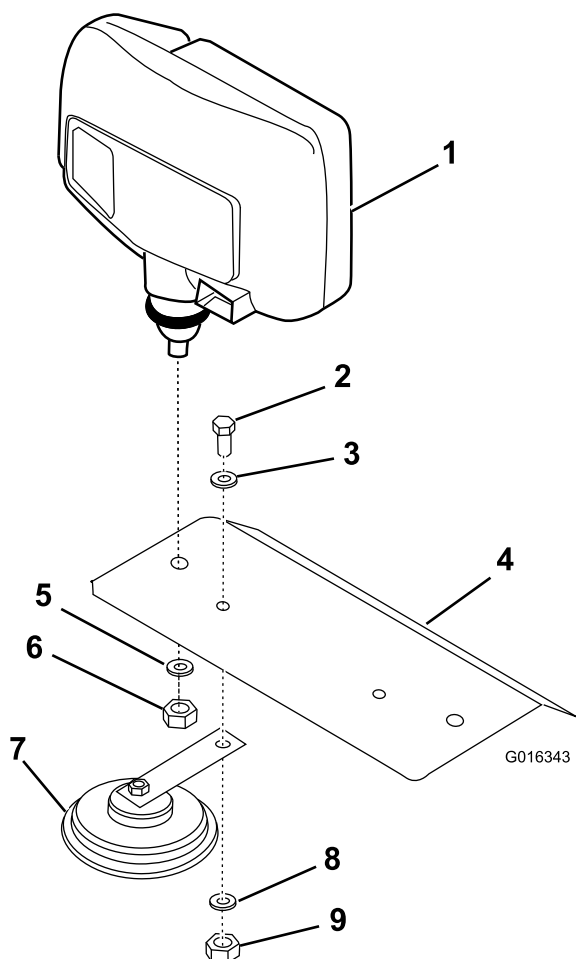

Figura 8
7. Fissate il clacson e il faro sinistro sulla staffa sinistra delle luci con un bullone a testa esagonale, 2 rondelle (M8-20) e un dado di bloccaggio (M8) (Figura 8).